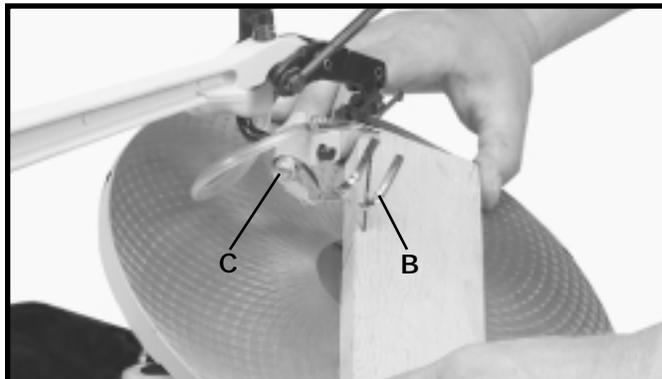

Fig. 31
Lors de la coupe en biseau, le dispositif de retenue (B) fig. 31, peut être réglé afin qu'il repose à plat sur la pièce, et ce en desserrant la vis (C) et en inclinant le dispositif (B) en conséquence. Ensuite, serrez la vis (C).